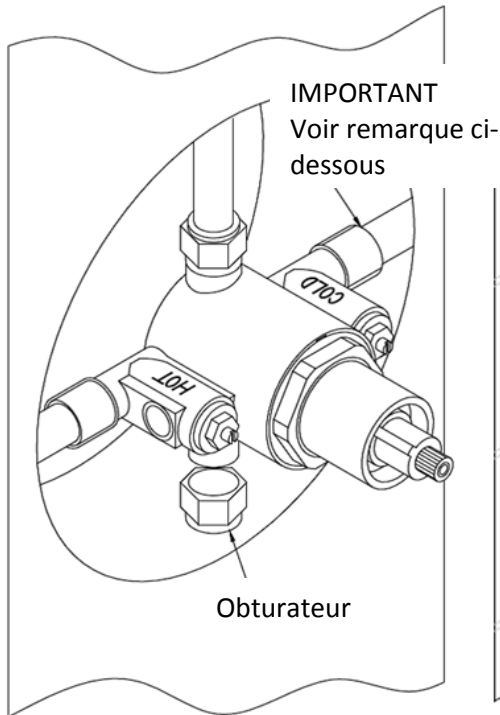

Fig 1
6. Effectuez les connexions à la sortie d'eau. Ainsi, l'eau sera acheminée au produit auxiliaire (la douche) que vous avez choisi et s'écoulera par celui-ci (figure 1).